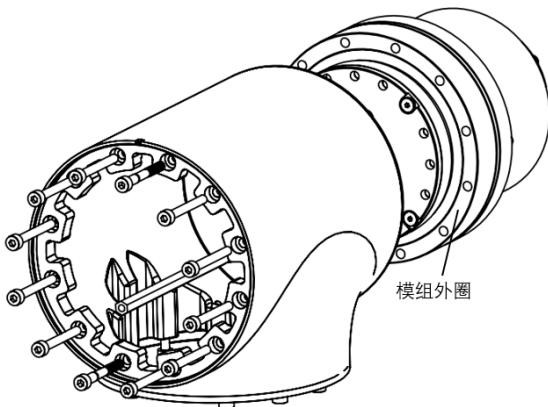

图 3-28 J3 轴模组安装示意图
**步骤6** 取出新的模组，如图 3-28 将模组外圈（螺孔与螺孔之间的区域）涂一层黑威封胶，再将模组安装到 J3 轴外壳上，锁紧螺钉（安装螺钉时需涂一层螺纹胶），螺钉扭矩为  $4.6\text{N}\cdot\text{m}$ 。